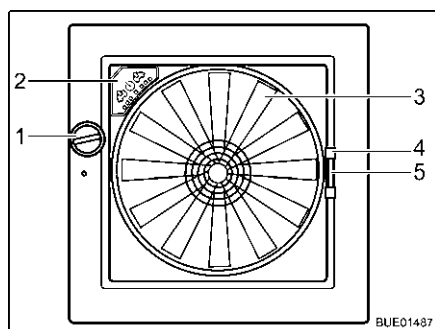

Fig. 109 Lanterneau Omni-Vent
*Ouvrir :* ■ Tourner le bouton rotatif (Fig. 109,1) jusqu'à ce que l'angle d'ouverture désiré soit atteint.
*Fermer :* ■ Tourner le bouton rotatif (Fig. 109,1) jusqu'à ce que le lanterneau soit entièrement fermé.
*Fermer :* ■ Tirer la moustiquaire par la poignée (Fig. 109,4) vers le côté de cadre opposé.
*Fermer :* ■ Presser la poignée (Fig. 109,5) du dispositif occultant.
**Ventilateur** Quand le lanterneau est ouvert, l'intérieur peut être aéré avec un ventilateur à 6 niveaux de puissance (Fig. 109,3). La commande du ventilateur s'effectue sur son panneau de commande (Fig. 109,2).